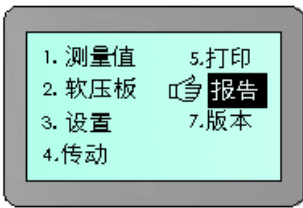

图4-1-2
- 用户按任意键时，由该界面进入用户操作界面，用户操作界面主菜单（见图 4-1-2）；系统有故障出现时，由该界面进入故障告警界面。